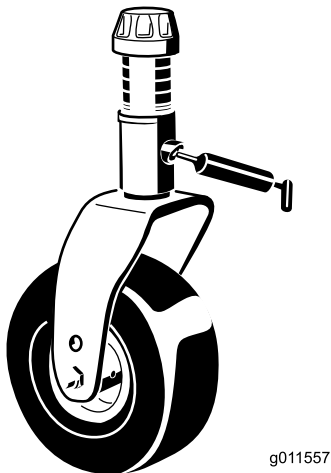

Bild 41
- 2 Laufradgabelbüchsen (Bild 41)